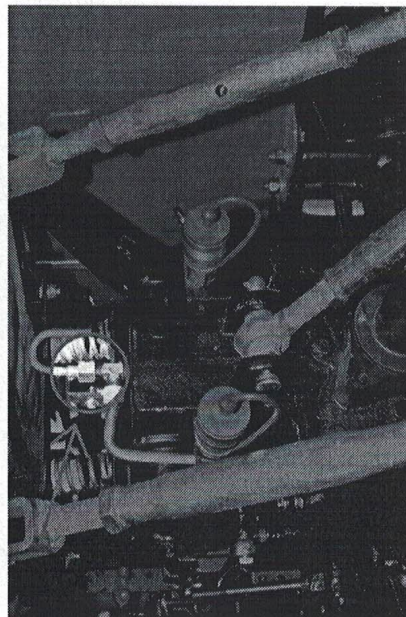

Рис. 6
2. Залить гидравлическое масло МГЕ-4А или МГЕ-10А через сапун (Рис. 6). Необходимый уровень масла – до 2 см от кромки сапуна.